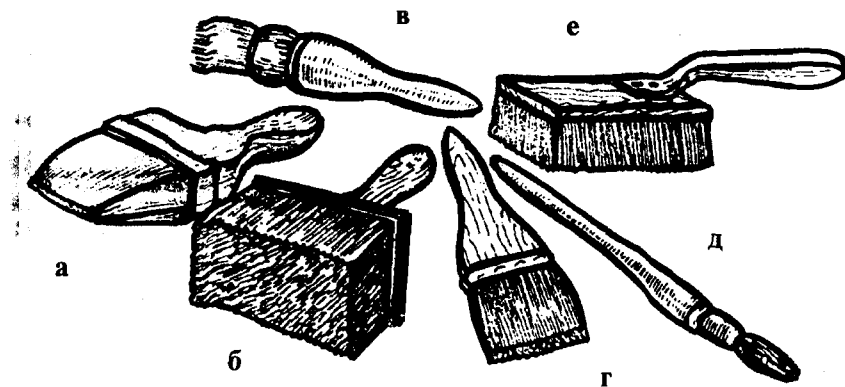

Рис. 99. Кисти: а — побелочная; б — макловица; в — ручник; г — флейц; д — филиночная; е — торцовка
*Кисти* изготавливают из щетины и конского волоса. Маховые кисти имеют длину пучка волос до 180 мм и ручку-палку длиной до 2 м. *Побелочные* кисти (рис. 99, а) имеют ширину до 200 мм, толщину 45...65 мм с длиной волоса 100 мм. *Макловицы* (рис. 99, б) — это плоские кисти шириной 25...100 мм, изготовленные из высококачественной щетины или из барсучьего волоса. Их применяют для сглаживания свеженанесенной краски.
*Филиночные* кисти (рис. 99, д) предназначены для проведения узких горизонтальных полос (филенок) или для окраски труднодоступных мест.
*Торцовки* (рис. 99, е) служат для специальной обработки свежеекрасочной поверхности. Торцовкой наносят равномерные удары, сглаживая неровности краски, нанесенной кистью.